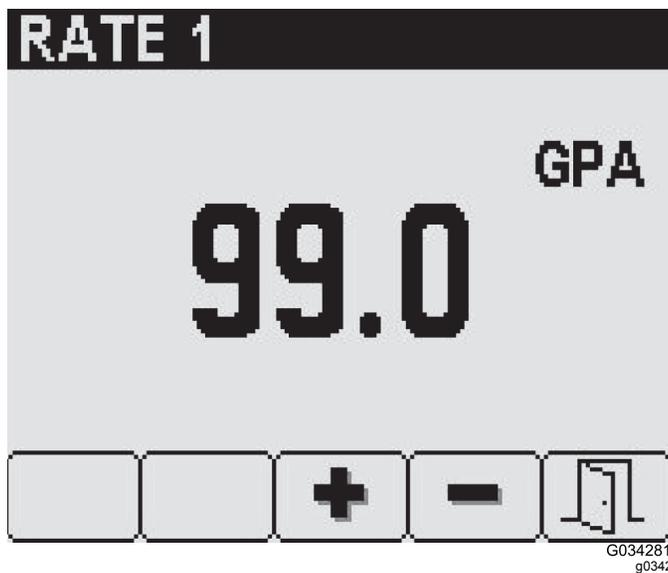

Рисунок 18
3. На экране выбранной интенсивности опрыскивания установите требуемое значение с помощью кнопок 3 и 4 (Рисунок 18).